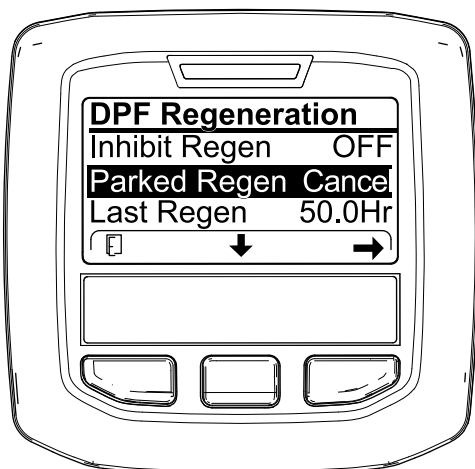

Bild 35
1. Zugreifen auf das Menü für die Regenerierung des Dieselpartikelfilters (Bild 35)
2. Drücken Sie die mittlere Taste, um auf die Option PARKED REGEN. CANCEL (Bild 35) oder RECOVERY REGEN. CANCEL zu navigieren (Bild 36).
3. Drücken Sie die rechte Taste, um den Eintrag „Regen. Cancel“ auszuwählen (Bild 35 oder Bild 36).